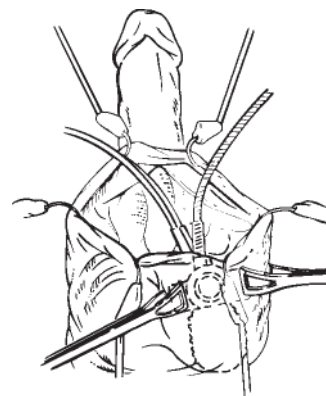

Figura 4-17. Inserción de la bomba (aquí se muestra la vía de acceso penoescrotal)
- Use pinzas Allis o Babcock para bombear los tubos a través de la piel del escroto a fin de sostener la bomba en su lugar (**Figura 4-17**) durante el resto del procedimiento.